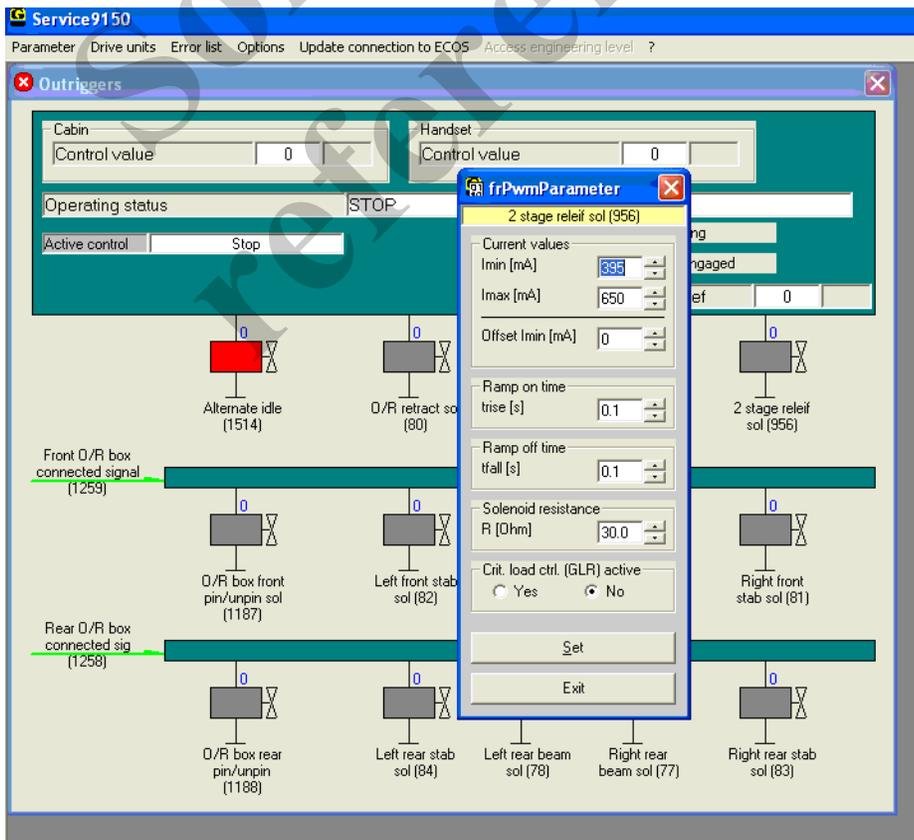

FIGURA 2-12
- Una vez conectada al empalme de servicio, encienda la computadora portátil y seleccione el icono del software de servicio RT9150E (Figura 2-12).
- Ajuste la válvula de alivio eléctrica usando el software de servicio (Figura 2-12 a Figura 2-14) para limitar la presión de detección de carga de forma que se alcance una presión del manómetro de  $2000 \pm 50$  psi ( $138 \pm 4$  bar). Al aumentar el valor I mínimo, aumenta la presión. No se debe cambiar el valor I máximo.